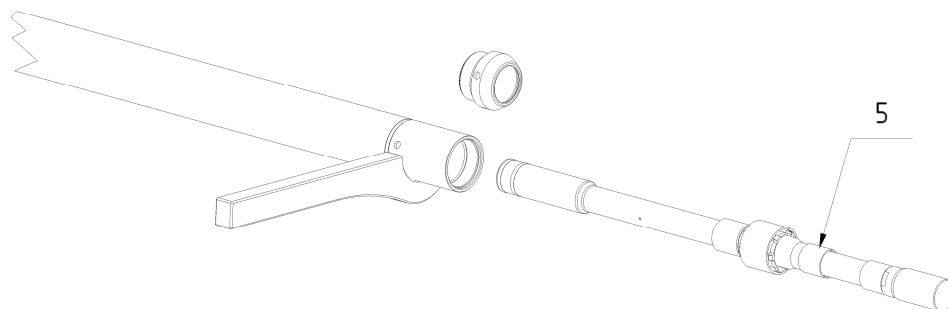

Рис.3. Демонтаж механизма управления.
5. После удаления задней резьбовой заглушки **4** следует удалить из цилиндра механизм управления **5** (рис.3).